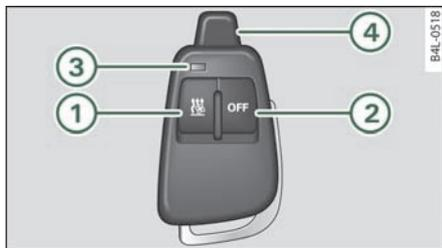

图 108 驻车暖风无线遥控器
– 按压按钮  ① 约 2 秒钟，即可激活驻车暖风 / 通风 => 图 108。